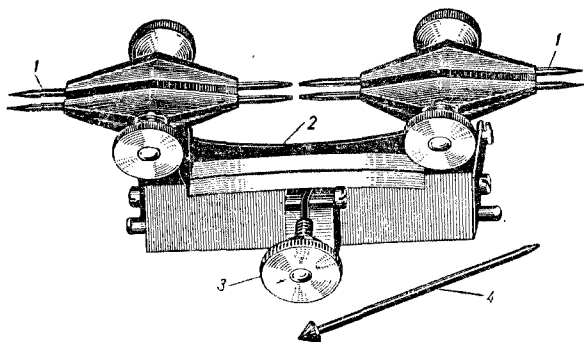

Рис. 44. Прилад для перевірки зубчастого зачеплення:
Перевірка і виправлення коліс. Радіальне биття коліс в годинниках спостерігається досить часто. Виявити биття великого колеса настінних годинників можна навіть «на око», спостерігаючи за його обертанням між платинами або в центрах токарного верстата, або на приладі для перевірки зубчастого зачеплення (рис. 44). Виправлення колеса напилком від руки або обточування на верстаті недоцільно, тому що після усунення одного дефекта виникають інші. Раніш за все потрібно встановити, чим викликане биття: биттям муфти, на яку насаджено
**Торцеве биття колеса.** Зачеплення одного колеса за інше виникає внаслідок зайвого вертикального зазора або торцевого биття коліс. Биття усувається вигинанням спиці колеса в потрібному напрямі. Щоб визначити його, користуються приладом для перевірки зубчастого зачеплення, токарним верстатом або циркулем. Вісь колеса розміщується в одній парі центрів приладу (див. рис. 44), а обід колеса розміщають між другою парою паралельних центрів; обертання колеса між центрами легко дозволяє вловити його биття. В токарному верстаті вісь колеса розміщується між центрами, а роль паралельних центрів приладу перевірки биття виконує підручник.
Виправлення зубців ходового колеса. Виправлення зубців на око — дуже ненадійний спосіб. Ця ж робота, проведена за допомогою приладу для перевірки зубчастого зачеплення (див. рис. 44), виконується точно і швидко. Крім того, користуючись цим приладом, ремонтник може вивчити і засвоїти взаємодію якоря з ходовим колесом і наочно визначити правильність їх виготовлення. Для цього між однією парою центрів вставляють ходове колесо, в протилежні центри вставляють вісь з крючковим якорем. Пропускаючи один зубець за іншим, можна спостерігати, в якому саме напрямі слід виправити погнутий зубець.
ві. Для виправлення колесо встановлюється між центрами на токарному верстаті. Обережно, але швидко обертаючи колесо, довгі вершини зубців знімають плоским бархатним напилком з найдрібнішою насічкою. Основа напилка твердо впирається в підручник верстата, а верхньою частиною напилка зовсім легко торкається вершин здовжених зубців. Після цього вершини зубців необхідно підправити шліфувальним каменем. В цій роботі найзручніше користуватися великим приладом для перевірки зубчастого зачеплення (див. рис. 44).